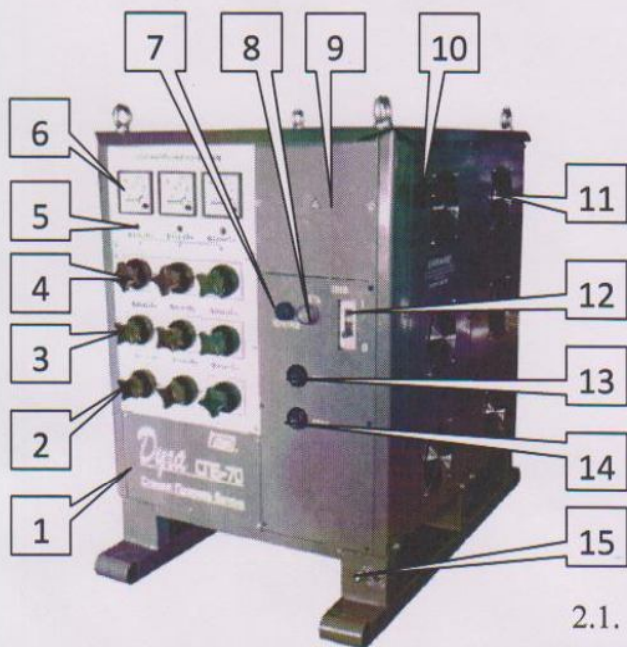

Рис.1. Общий вид станции прогрева бетона.
- 2.2. Станция включает в себя: высокоэффективный трехфазный трансформатор, пускатель, нагрузочные клеммы, автоматический выключатель, вентиляторы охлаждения, термодатчики, световые индикаторы и измерительные приборы. Станция «Дуга СПБ-70» смонтирована в цельносваренном, из современного стального профиля, корпусе (Рис.1 поз.1). Для перемещения станции и удержания ее на весу на верхней крышке станции предусмотрены рымболты.
- 2.3. На лицевой панели (рис.1) размещены амперметры (Рис.1 поз.6) для контроля тока нагрузки по фазам, выходные клеммы (Рис.1 поз.2-4) для подключения нагрузки.
- 2.4. Ввод питающего кабеля осуществляется через сальник (Рис.1 поз.10), расположенный на боковой крышке корпуса станции. Фазные жилы кабеля подключаются к клеммам автоматического выключателя (Рис.1 поз.12), который отключает сеть при коротком замыкании и перегрузках станции. Сигнальная лампа зеленого цвета «Сеть» (Рис.1 поз.8) сигнализирует о переводе в рабочее состояние автоматического выключателя (Рис.1 поз.12) и наличии питающего сетевого напряжения. Сигнальные светодиоды (Рис.1 поз.5), расположенные под амперметрами, светятся при переводе пускателя кнопкой "Пуск" (Рис.1 поз.13) в рабочее состояние. В этом состоянии пускателя, электрический ток подключается к нагревателям бетона через нагрузочные клеммы станции. Сигнальная лампа красного цвета «Перегрев» (Рис.1 поз.7) светится при срабатывании любого из трёх термостатов, вмонтированных в трансформаторы. При превышении рабочей температуры трансформаторов свыше 110°C Цельсия,
термостаты разорвут цепь питания пускателя, что, в свою очередь, отключит нагрузку станции от питающей сети. Работа вентиляторов (Рис.1 поз.11), при этом продолжается и, при снижении температуры до 80 градусов, вновь создадутся условия подключения станции к нагрузке повторным нажатием кнопки "Пуск".
2.5. За люком (Рис.1 поз.9) в зоне подключения сетевого кабеля на клемму с маркировкой «N» подключается нулевой **рабочий** провод. Для подключения нулевого **защитного** провода «РЕ» там же предусмотрен болт, приваренный к корпусу. Для осуществления всех необходимых мероприятий по обеспечению безопасной эксплуатации станции на основании корпуса предусмотрен болт (Рис.1 поз.15) для подключения к внешнему заземляющему контуру или отдельному заземлителю.
4.1. Станция предназначена для питания от трехфазной пятипроводной сети. Нулевая **защитная** жила сетевого кабеля (РЕ) должна быть надежно присоединена к болту, приваренному к корпусу за люком (Рис.1 поз.9) в зоне подключения сетевого кабеля, а нулевая **рабочая** жила сетевого кабеля – к зажиму с маркировкой «N».
* подключить промежуточные соединительные провода нагрузки к выходным зажимам станции (Рис.1 поз.2-4), равномерно распределяя нагрузку между зажимами.
5.2. Заземлить станцию (болт заземления (Рис.1 поз.15) находится на корпусе станции и обозначен символом )
5.3. Снять люк корпуса (Рис.1 поз.9). Ввести пятижильный кабель через сальниковый ввод (Рис.1 поз.10) в зону его подключения.
5.6. Подключить фазные жилы сетевого кабеля к клеммам автоматического выключателя (Рис.1 поз.12). Концы сетевых питающих проводов должны быть зачищены от изоляции на 10 мм и оконцованы под болт М6. Сечение фазных жил кабеля должно быть не менее приведенных в таблице 5.1
5.6. – Включить автоматический выключатель (Рис.1 поз.12);
– нажать кнопку «Пуск» (Рис.1 поз.13);
– величина тока нагрузки контролируется по амперметрам (Рис.1 поз.6);
– если необходимо переключиться на другую ступень напряжения силового трансформатора – необходимо отключить нагрузку кнопкой «Стоп» (Рис.1 поз.14) и отключить станцию от питающей сети автоматическим выключателем (Рис.1 поз.12).